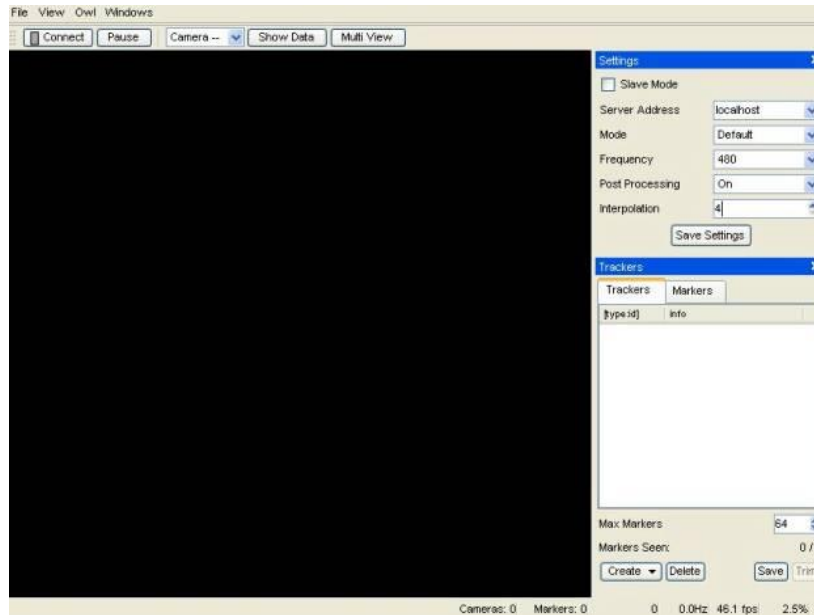

Figura 3: L'interfaccia grafica dell'ambiente scope2d.
4. l'interfaccia grafica di `scope2d` dovrebbe presentarsi come in Figura 3 cliccando sul tasto *Connect* in alto a destra i LEDs vengono accesi;